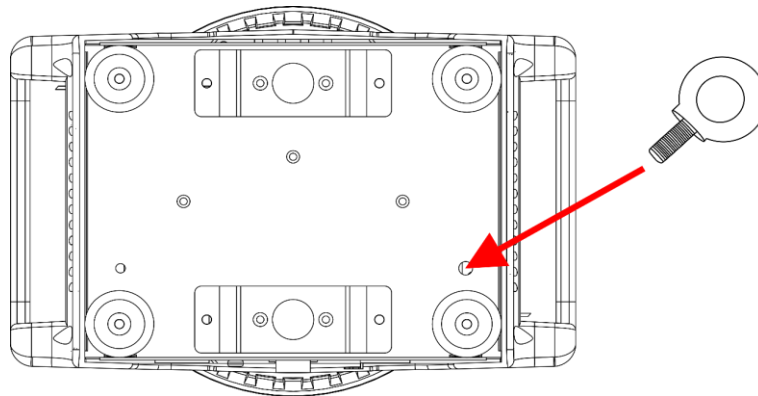

Fig. 09
- 01) Installare l'occhiello di sicurezza, fornito in dotazione con il dispositivo, nel **foro dell'occhiello di sicurezza (12)**, come mostrato nella Fig. 09. Assicurarsi di utilizzare morsetti adatti a fissare il dispositivo a un truss.